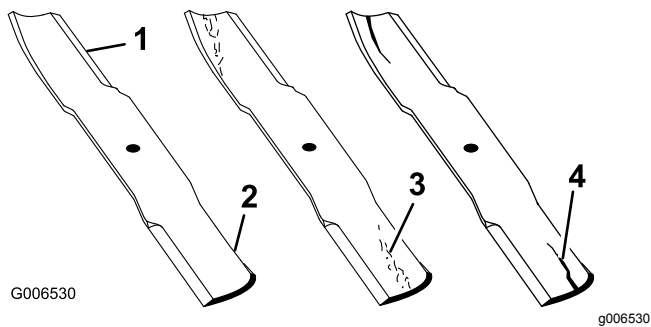

Figure 104
1. Examinez le tranchant des lames (Figure 104).
4. Remplacez immédiatement toute lame fendue, usée ou qui présente une entaille (Figure 104).